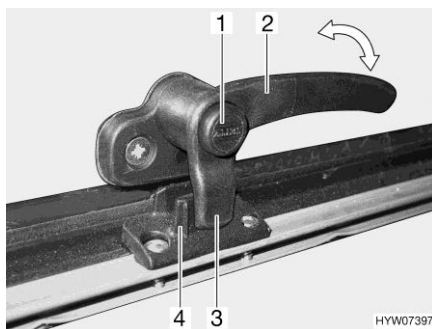
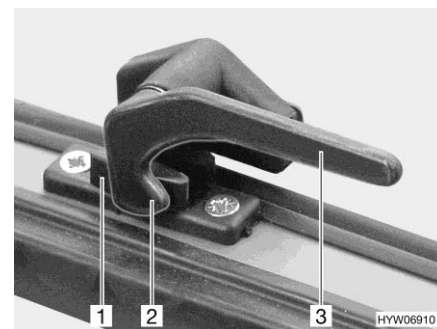

Bild 118 Låsarm med låsknapp i läget "stängd"
Bild 119 Låsarm i läget "stängd"
- Öppna:** ■ Tryck på låsknappen (Bild 118,1) om sådan finns och håll den nedtryckt.
■ Vrid alla låsarmer (Bild 118,2 eller Bild 119,3) ett kvarts varv mot luckans mitt.
- Tryck på låsknappen (Bild 118,1) om sådan finns och håll den nedtryckt.
- Vrid alla låsarmar (Bild 118,2 eller Bild 119,3) ett kvarts varv mot ramen. Låsspaken (Bild 118,3 eller Bild 119,2) ligger på insidan av lucklåset (Bild 118,4 eller Bild 119,1).
- I läget "helt stängt" (Bild 118 och Bild 119)